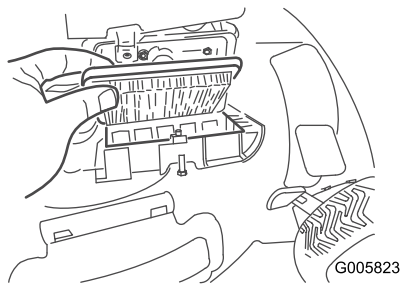

Figura 23
2. Sostituire il filtro dell'aria (Figura 23).